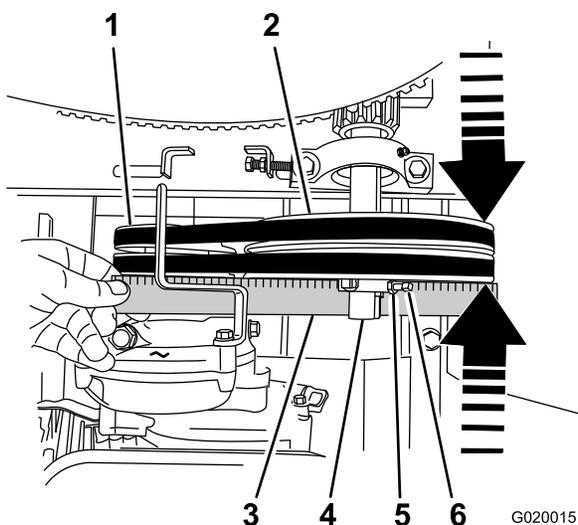

Figura 75
2. Coloque una regla sobre las caras de la polea del motor y de la polea tensora (Figura 75).
- B. Afloje las contratuercas y los tornillos de fijación que sujetan la polea tensora al eje (Figura 75).
- C. Dando golpecitos con un mazo de goma, mueva la polea tensora hacia adelante o hacia atrás en el eje hasta que la polea del motor y la polea tensora estén alineadas con la regla (Figura 75).
- D. Apriete los tornillos de fijación y las contratuercas que sujetan la polea tensora al eje (Figura 75).